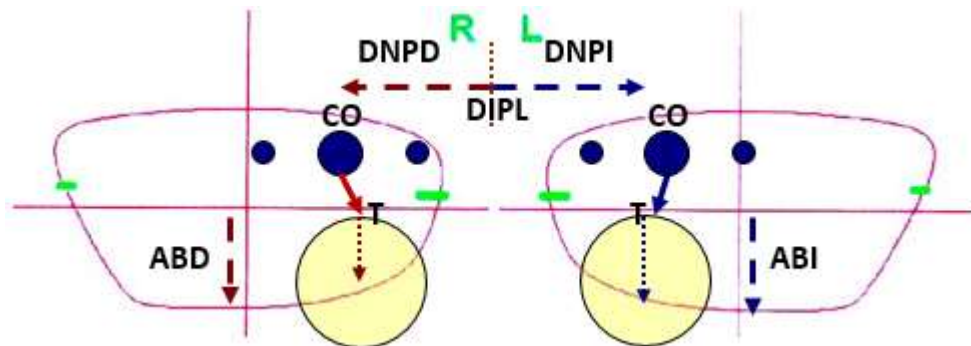

Figura 5
El procés de muntatge és igual que el realitzat en una lent monofocal en les anteriors pràctiques, però en aquest tipus de muntatge es busca la simetria de les lents o segments en ambdós ulls, raó per la qual interessa prendre el punt central de la vora superior de la lent o segment (T) com a referència en la posició horitzontal i altura. Amb la qual cosa els descentraments s'efectuaran en relació amb aquest punt (vegeu la figura 5).